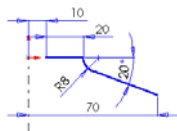

图 3-89 旋转草图轮廓
4) 利用[智能尺寸]工具对旋转轮廓进行标注, 如图 3-89 所示。